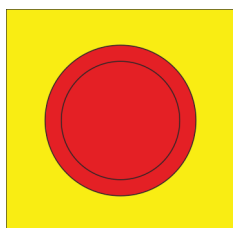

Рис. 53 Кнопка аварийного останова
Нажать на кнопку аварийного останова (рис. 53) со стороны входа или выхода.
6. Если удаление постороннего предмета не позволило решить проблему, нужно снова нажать на кнопку аварийного останова (рис. 53) и зафиксировать карусельную дверь в положении, в котором через нее никто не сможет пройти. Обратиться в компанию DORMA (Отдел по работе с клиентами, стр. 5).